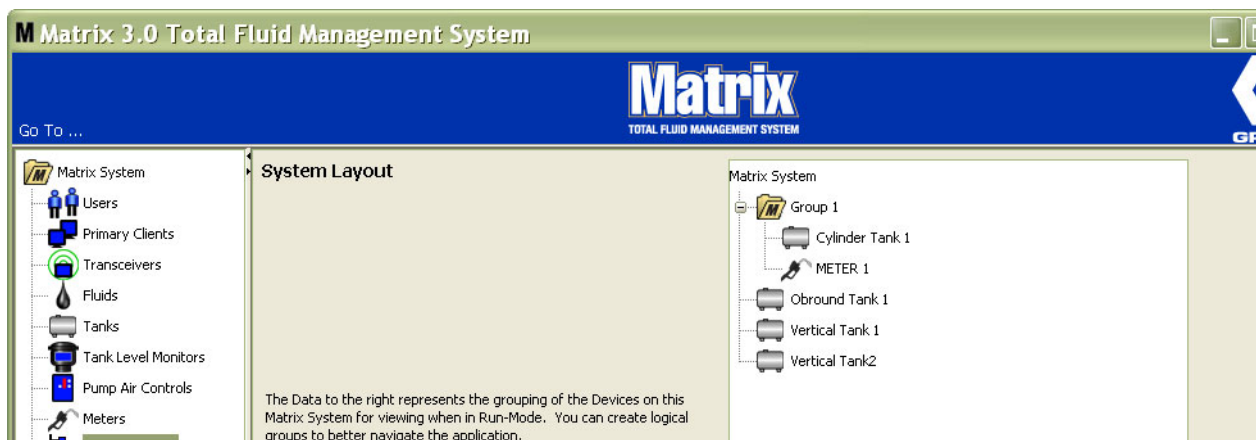

FIG. 132
12. Lorsque vous aurez fini de créer ou de modifier les dossiers de groupe, cliquez sur OK pour fermer la fenêtre et sauvegarder les modifications. Les Groupes que vous avez créés sont affichés dans la colonne Système Matrix (FIG. 132).